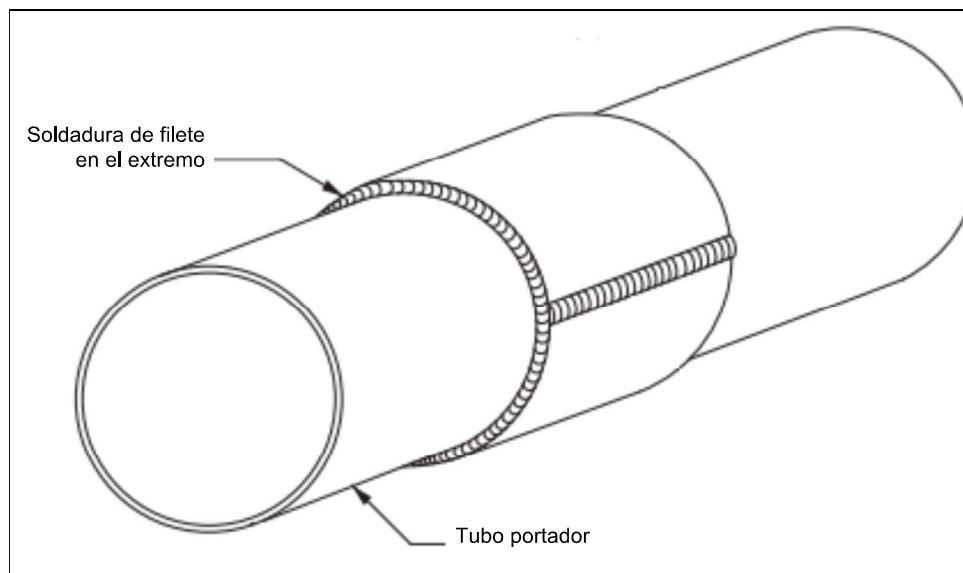
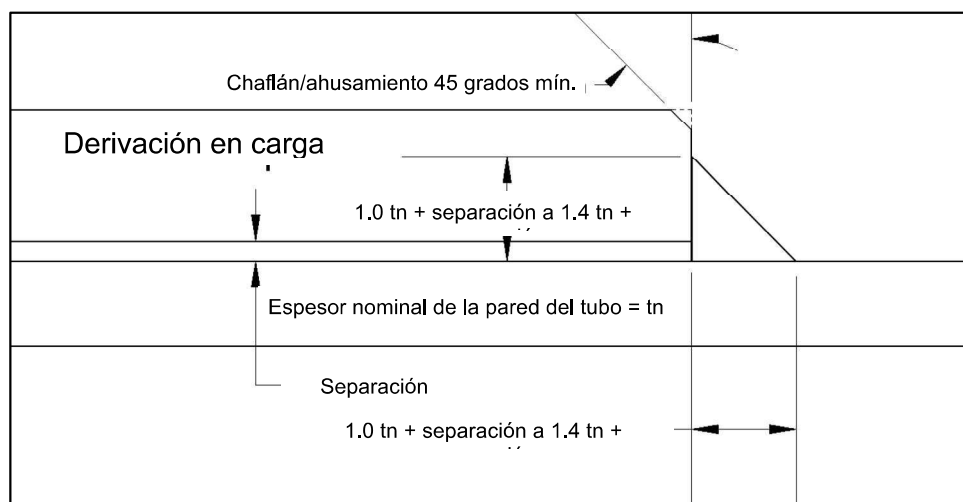

Figura 5
Figura 6
Use material de soldadura con una resistencia a la tracción igual o mayor que la del tubo. La costura de soldadura longitudinal debe ser una soldadura de unión de penetración completa. La costura longitudinal se debe inspeccionar completamente con equipos de pruebas ultrasónicas. Esto supone una eficiencia de la unión de 1.0. Se puede utilizar una eficacia de unión diferente en función del nivel de inspección y análisis de ingeniería. Controle con cuidado el tamaño y la forma de las soldaduras de filete circunferenciales. El tamaño de la soldadura de filete debe ser el que se detalla en la Figura 6. Haga el esfuerzo de obtener una soldadura de filete de cara cóncava, con un alisado perfilado dentro de ambos miembros; evite las muescas y las socavaduras. Cuanto más lisa y perfilada sea la soldadura, mayor será la resistencia a la falla por fatiga. La peor forma posible sería una soldadura convexa reforzada y pesada con una socavadura. Una forma incorrecta de la soldadura puede conducir a una rápida falla por fatiga y causar fugas, roturas o una explosión, con las correspondientes graves consecuencias.
5. Suelde los extremos circunferenciales al tubo con soldaduras de filete, como se muestra en la Figura 5. Los requisitos del tamaño de las soldaduras de filete se detallan en la Figura 6.